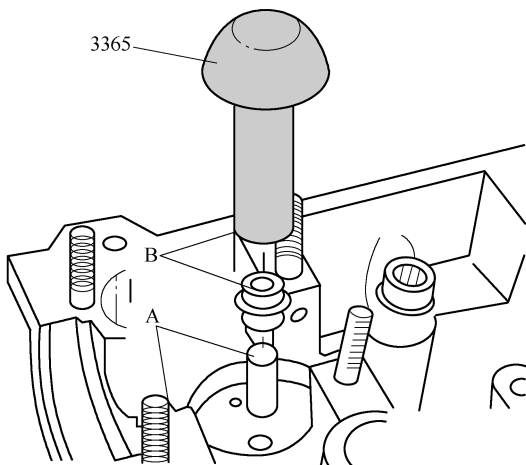

图 1-5-34 更换气门杆密封件
(1) 如图 1-5-34 所示，为了避免损坏新的气门杆密封件 B，将塑料套筒 A 插到气门杆上。